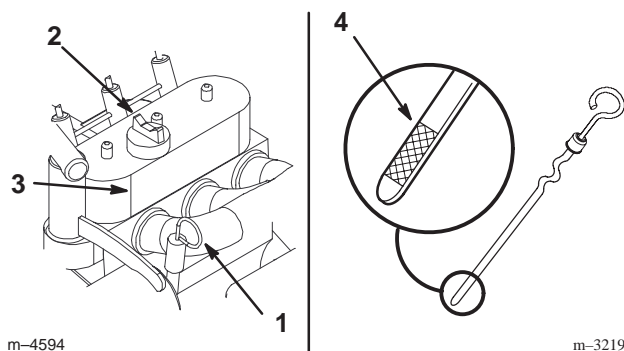

Figure 7
4. Nettoyez la surface autour de la jauge d'huile (Fig. 7).
5. Sortez la jauge d'huile et essuyez soigneusement l'extrémité métallique (Fig. 7).
6. Enfoncez la jauge complètement dans le tube (Fig. 7).
8. Si le niveau est bas, nettoyez la surface autour du bouchon de remplissage et enlevez le bouchon (Fig. 7).